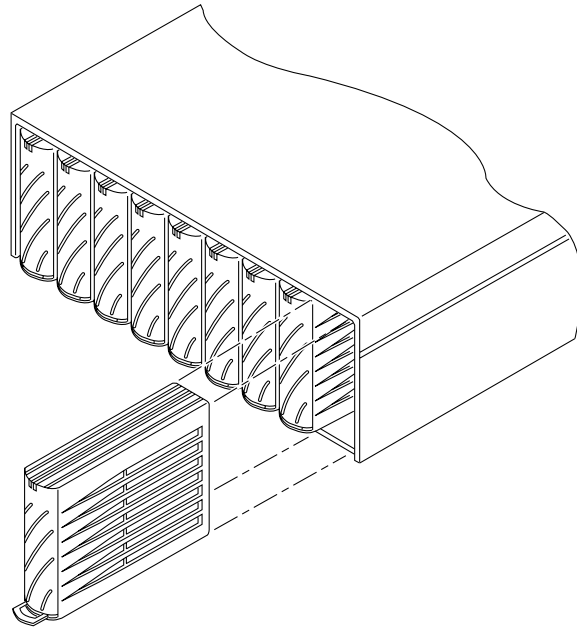

FIGURE 5-4 Retrait d'une unité de disque
6. Retirez l'unité de disque de la baie de disques (FIGURE 5-4).